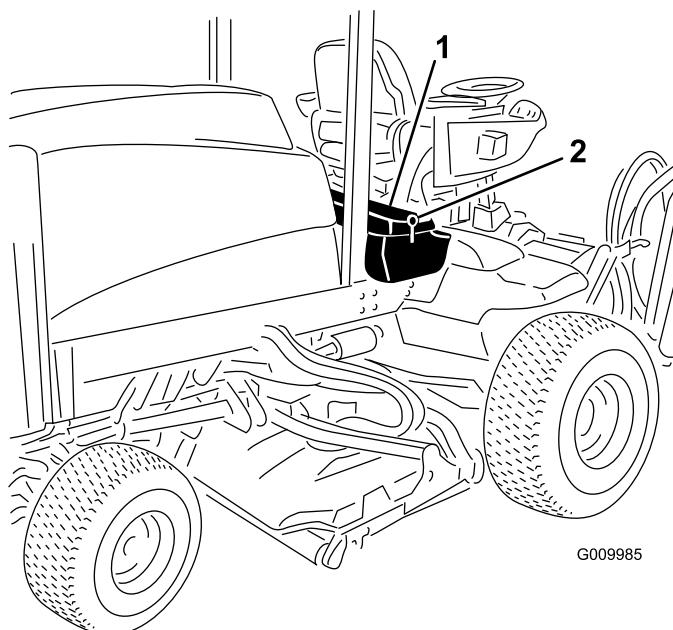

図 52
- 運転席のコンソールパネルのラッチを外して持ち上げる図 52。